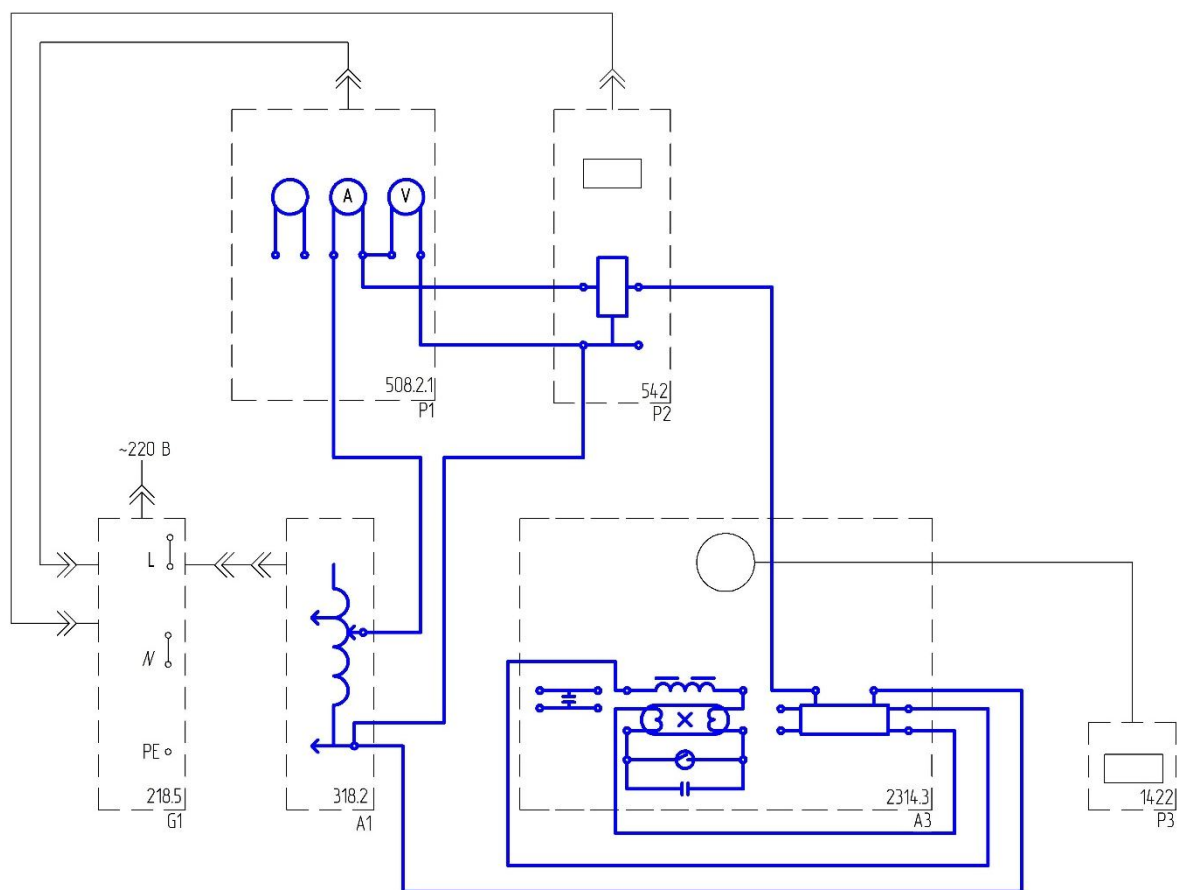

Рис.2.8.
- Соедините аппаратуру в соответствии со схемой электрической соединений, приведенной на рис.2.8.